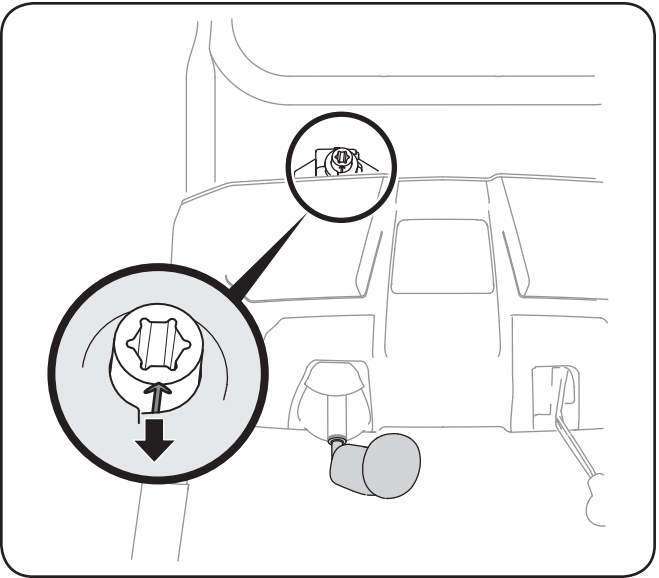

Fig. 3-7
5. Pivotez le levier de commande jusqu'à la position de 1 heure pour que la flèche indicateur en argent sur le pignon soit placée vers le haut. Voir la Fig. 3-7.